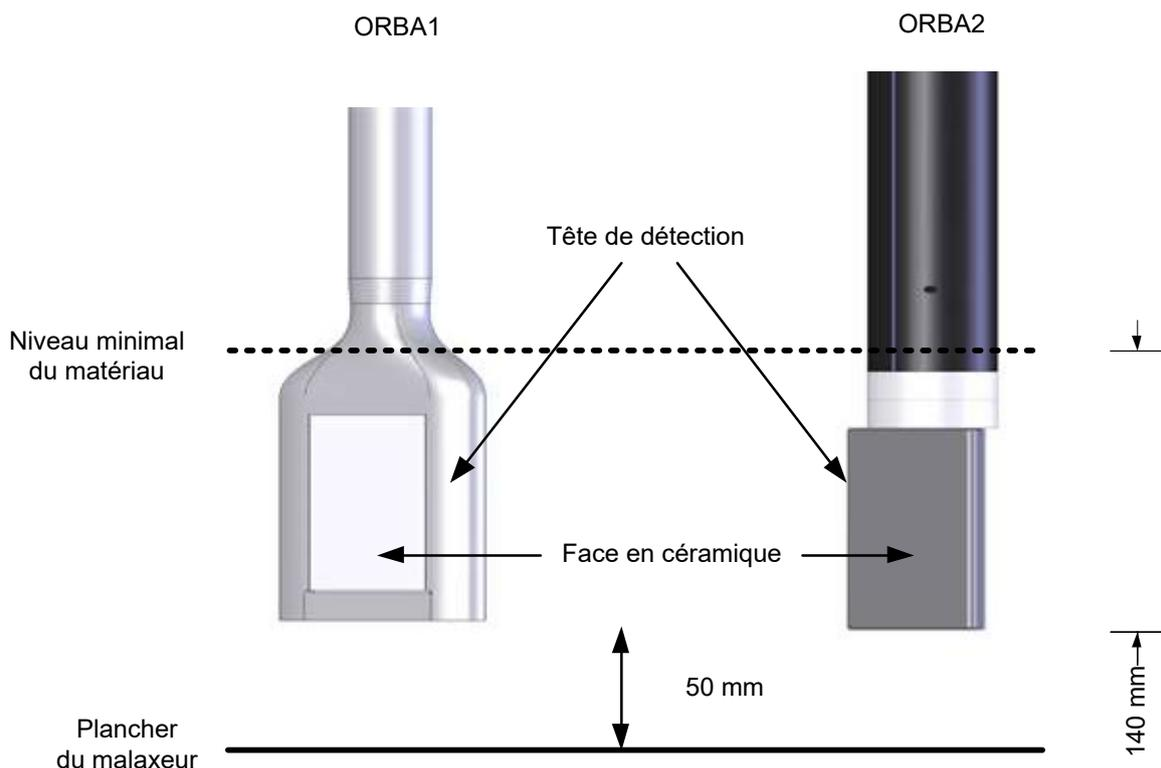

Figure 5 : Réglage de la hauteur du bras de détection
- Les bras de détection sont disponibles en plusieurs longueurs. La sonde doit être montée de manière à laisser un dégagement de 50 mm entre le bas du bras de détection et le plancher du malaxeur (Figure 5)
La hauteur recommandée pour une application type est de 50 mm au-dessus du plancher du malaxeur (Figure 5). Vous pouvez régler cette hauteur en vous servant de l'aligneur d'angle, dont la largeur est de 50 mm.